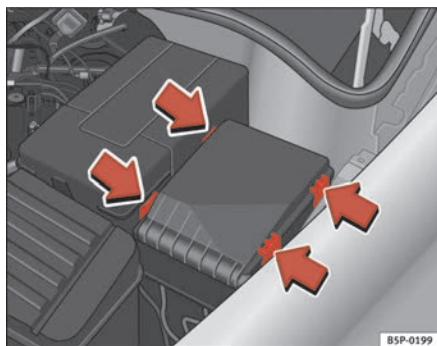

Fig. 161 Tapa de la caja de fusibles en el compartimiento motor
- Retire la tapa de fusibles del compartimento del motor haciendo presión sobre las lengüetas hacia el centro de la tapa ⇒ fig. 161.